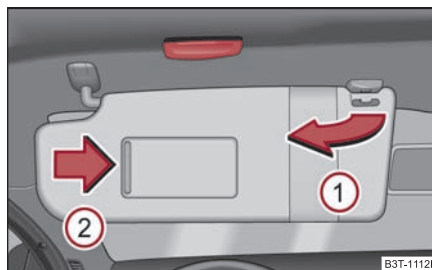

Fig. 70 Parasol: girar
La visera parasol para el conductor o acompañante se puede extraer de la fijación y girarla hacia la puerta en sentido de la flecha ① ⇒ fig. 70.